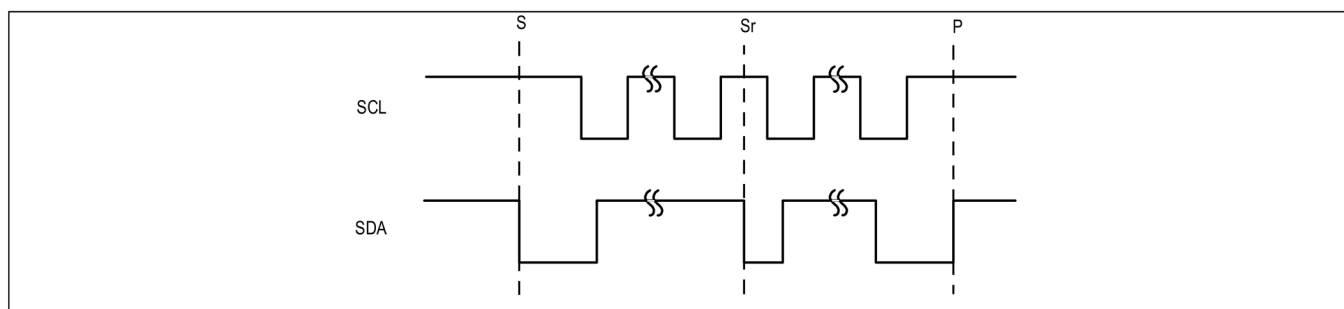

図 36. I²C のスタート、ストップ、および反復スタート条件
I²C を用いて MAX20366 に書き込む場合、コントローラはスタート条件 (S) に続けて MAX20366 の I²C アドレスを送信します。このアドレスに続けて、コントローラはプログラムしようとするレジスタのアドレスを送信します。更に、コントローラは、ストップ条件 (P) を発行して通信を終了しバスの制御を終了するか、反復スタート条件 (Sr) を発行して新しい I²C ペリフェラルと通信します。図 36 を参照してください。